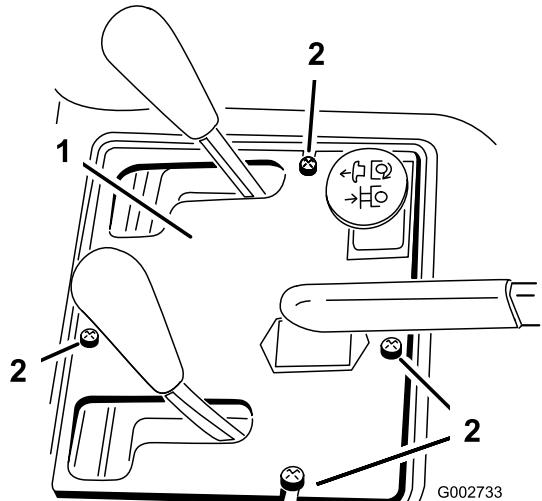

Figure 36
2. Retirez les 4 vis qui fixent le panneau de commande au cadre (Figure 36).